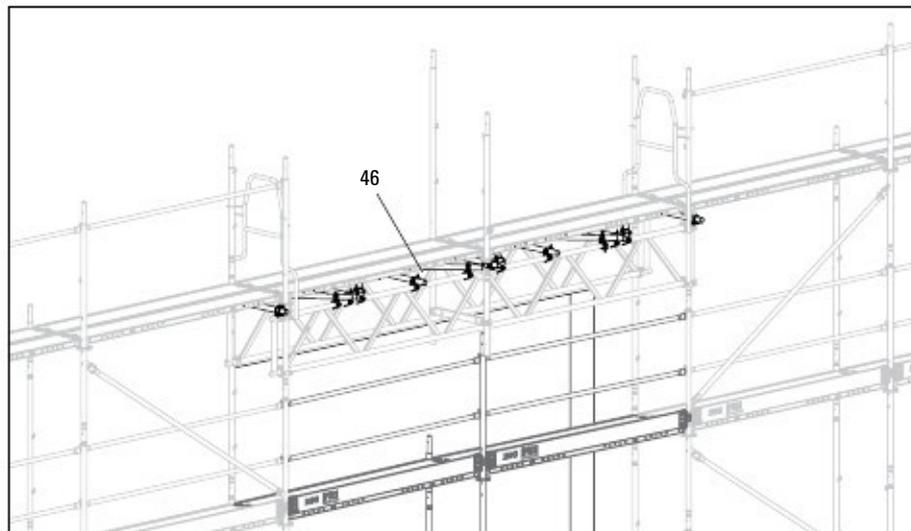

Fig. D4.05
10. Монтирайте укрепването и анкерването от допълнителното скеле (46). Вижте Раздел D4 Премостване, укрепване и анкерване. (Fig. D4.05)